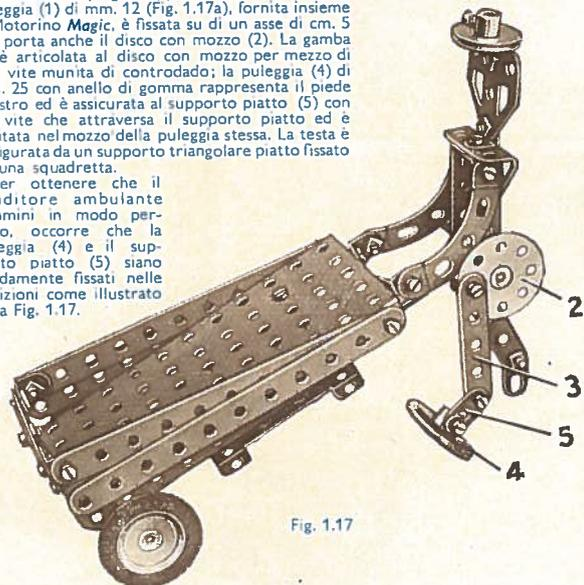

Fig. 1.17
Per ottenere che il venditore ambulante cammini in modo perfetto, occorre che la puleggia (4) e il supporto piatto (5) siano rigidamente fissati nelle posizioni come illustrato dalla Fig. 1.17.